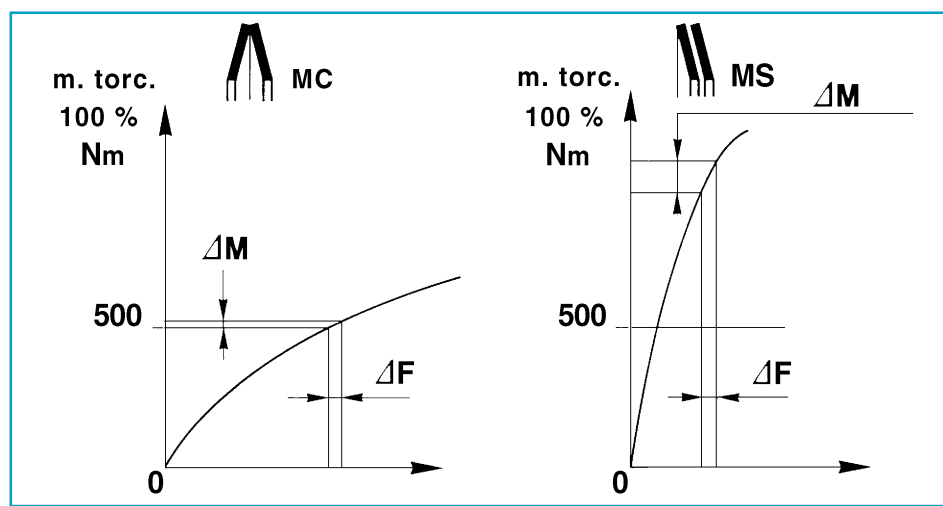

Fig.2
- Nei limitatori "LS...", sono previste, di serie, due diverse posizioni degli elementi elastici (Fig. 2).
- "LS" limiters have two possible positions for the spring elements (Fig. 2).
- Dans la fabrication standard des limiteurs "LS..." on a prévu deux positions différentes des éléments élastiques (Fig. 2).
- Hinsichtlich der Drehmomentbegrenzer der Serie "LS..." sind serienmäßig zwei verschiedene Positionen für die elastische Teile vorgesehen (Abb. 2).
Le "curve" illustrate in Fig. 2, evidenziano che l'impiego dei limitatori nella parte superiore della coppia (ultimo quarto) risulta nel campo di massima linearità della molla, con la massima unità di variazione.
The "curves" illustrated in Fig. 2 show that the use of limiters in the top part of the torque (last quarter) occurs in the spring's field of maximum linearity with the maximum range.
Les "courbes" illustrées sur la Fig. 2 montrent que l'emploi des limiteurs dans la partie supérieure du couple (dernier quart) résulte dans la plage de linéarité maximum du ressort, avec l'unité maximum de variation.
Die in Abbildung 2 veranschaulichten Kurven zeigen, daß der Einsatz der Begrenzer im oberen Teil des Drehmoment (im letzten Viertel) im Bereich der maximalen Linearität der Feder mit der maximalen Veränderungseinheit erfolgt.